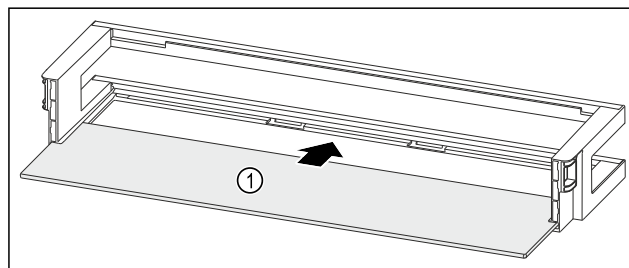

Fig. 134 Półka w drzwiach z półką
- ▶ Wsunąć półkę Fig. 134 (1) w boczne wycięcia.